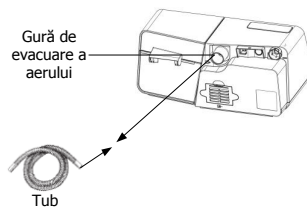

Fig. 12-8
(1) Conectați un capăt al tubului la gura de evacuare a aerului, așa cum se arată în Fig. 12-8.